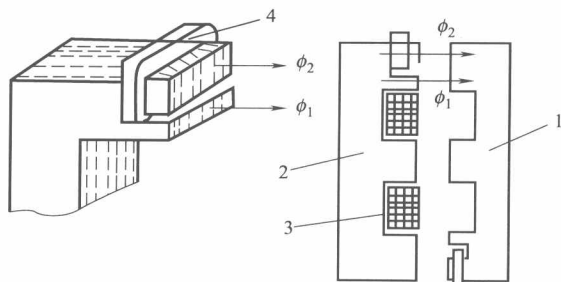

图 1-5 交流接触器的短路环
⑤ 交流接触器短路环的作用 避免交流操作型接触器动、静铁芯吸合之后所产生的振动噪声，详细情况如图 1-5 所示。